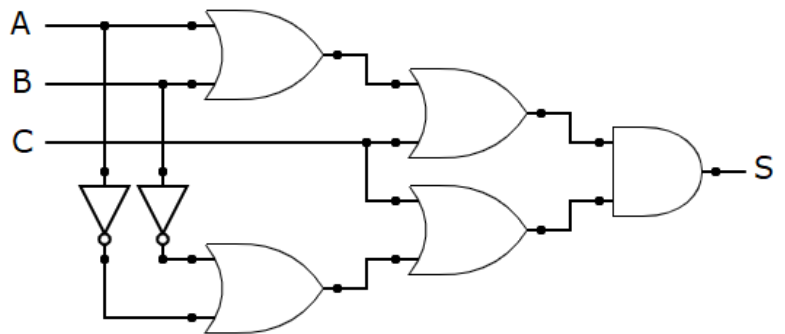

Figura 22
36. Para o circuito lógico demonstrado na Figura 22, a expressão booleana simplificada para a saída é